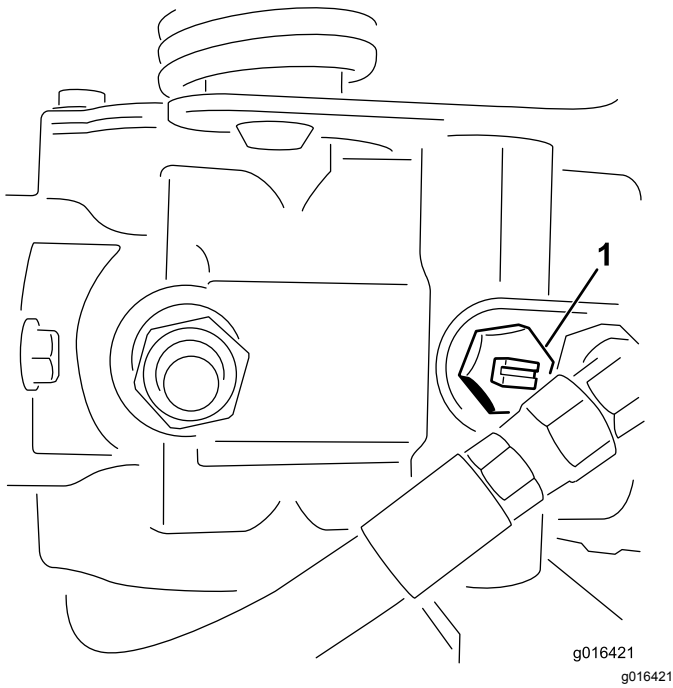

图 27
1. 找到泵上的旁通阀逆时针旋转 2 整圈图 27。
2. 启动发动机之前将旁通阀顺时针旋转 2 整圈关闭旁通阀图 27。